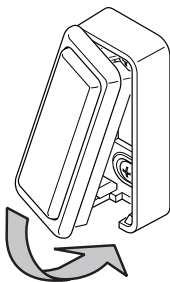

Figura 6 - Fije el pulsador sobre la parte de atrás
9. Una vez que el pulsador y la campana están conectados y funcionando correctamente, inserte la parte superior del pulsador en el tope de la parte de atrás y asiente a presión en su lugar la parte inferior del pulsador (vea la Figura 6). *Nota:* El pulsador debe ser montado con la lente busca-llaves mirando hacia abajo.